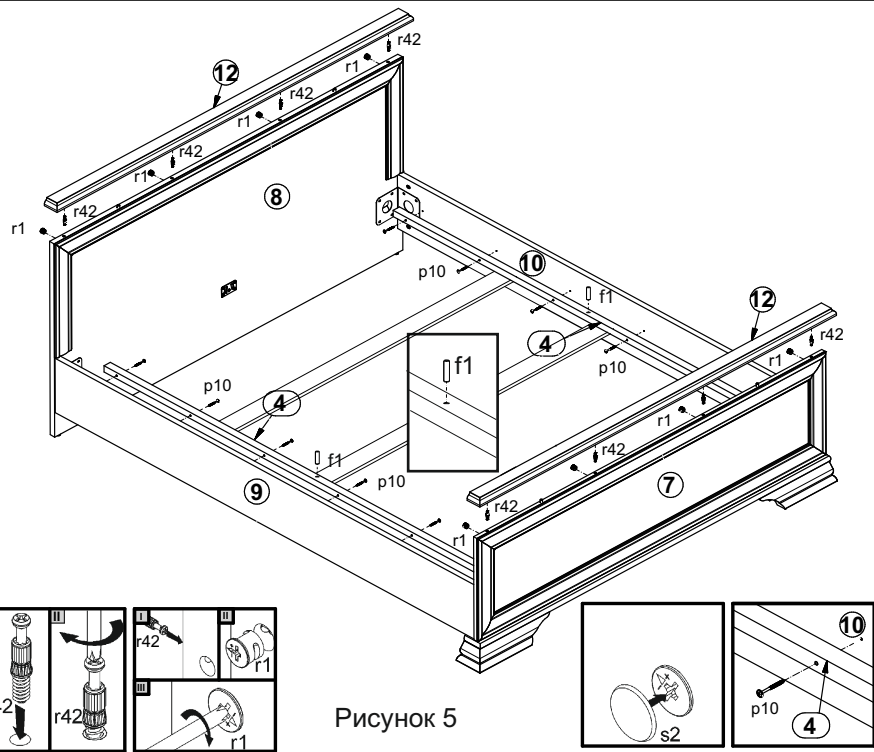

Рисунок 5
13. Соединить щиты верхние **12** со спинками **7, 8** и затянуть стяжки эксцентриковые **r1**, пользуясь отверткой. Верхние стяжки эксцентриковые **r1** на спинке передней **7** закрыть заглушками **s2** (см. рис. 5).
14. В отверстия  $\phi 3$  мм (кернения) на стенках боковых **9, 10** шурупами **p10** закрепить бруски опорные **4**. В отверстия диаметром **8 мм** на верхней поверхности брусков опорных **4** вставить шканты деревянные **f1** (см.рис. 5).